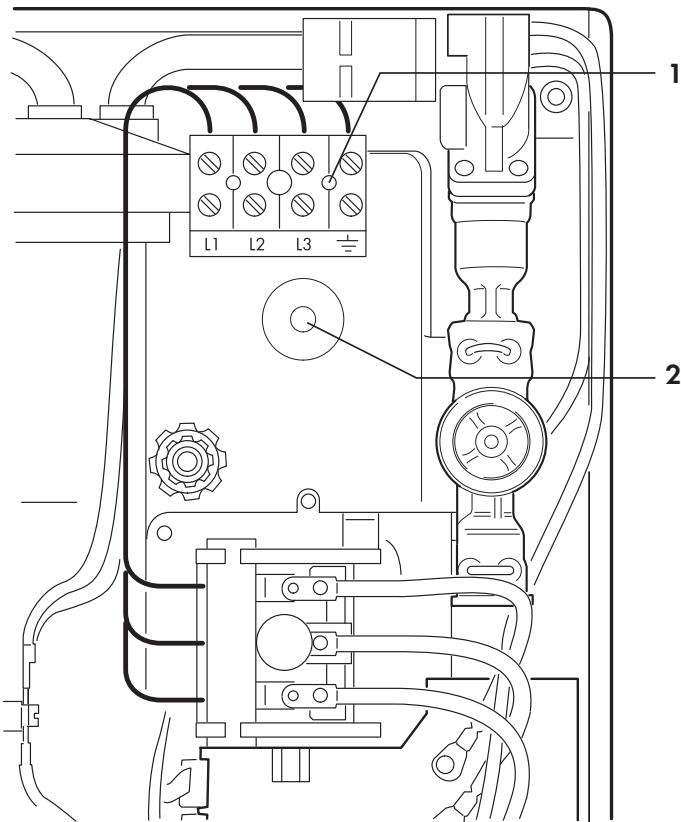

Рис. I.13: Электроподключение сверху
- Выломайте заглушенное отверстие (2, рис. I.13) для ввода электрического кабеля.
- Подключите провода L1, L2 и L3, а также защитный кабель к клеммной колодке (1, рис. I.13).
- Отверните расположенную сверху клеммную колодку (1, рис. I.13).